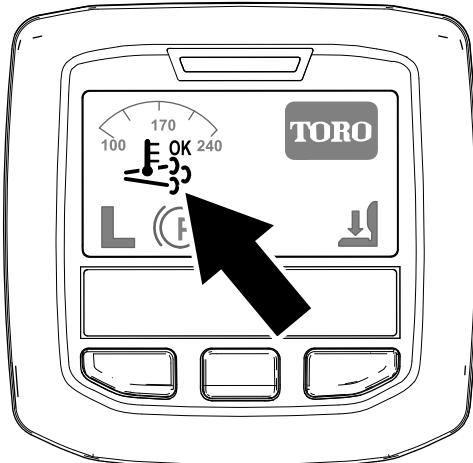

Bild 39
- Das Symbol für die unterstützte bzw. Rücksetzen-Regenerierung im InfoCenter angezeigt (Bild 39).